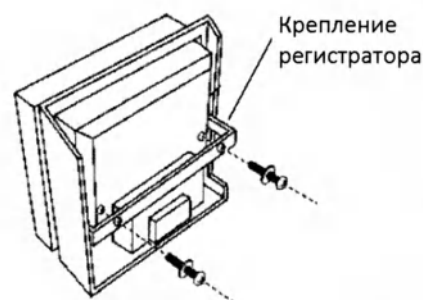

Рис. 2
2. Присоедините регистратор температуры (MTR-G3504A или MTR-G3504C) к креплению регистратора температуры (MPR-S7), следуя Руководству по эксплуатации, приложенному к креплению регистратора (Рис. 2).